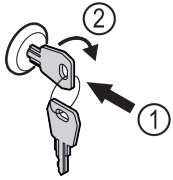

Fig. 192
- ▶ Schlüssel hineindrücken Fig. 192 (1).
- ▶ Schlüssel um 90° im Uhrzeigersinn drehen Fig. 192 (2).